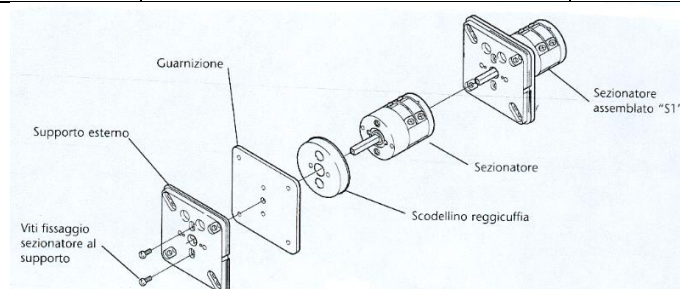

Abb. 42
6. Für die Montage des Trennschalters gemäß Abb. 42 die Komponenten 1-2-3-4-5 verbinden.